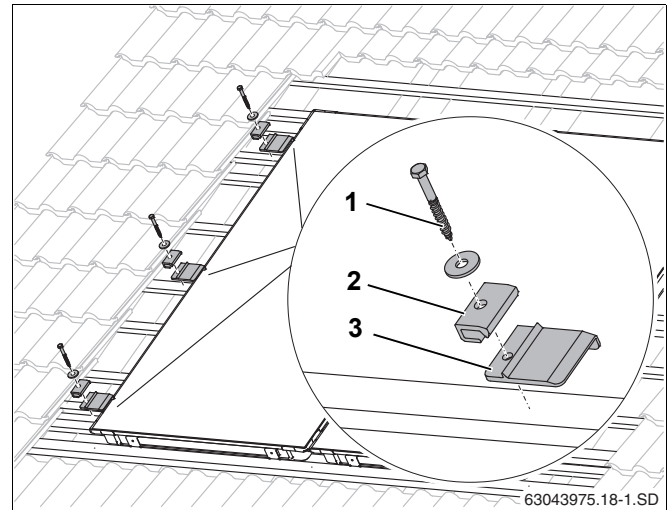

Рис. 30 Установка левого прижима
- ▶ Слегка приподнимите коллектор и сдвиньте вниз под коллектор левые подкладные пластины (рис. 30, **поз. 3**) на 2-ой и 3-ей дополнительных рейках, а также в середине коллектора на имеющейся рейке так, чтобы выступ уперся в край коллектора.
- ▶ Для винта (рис. 30, **поз. 1**) нужно заранее просверлить отверстие сверлом 4 мм.
- ▶ Закрепите односторонний прижим (рис. 30, **поз. 2**), установив винт 6x40 (рис. 30, **поз. 1**) и подкладную шайбу (используйте ключ SW 10).